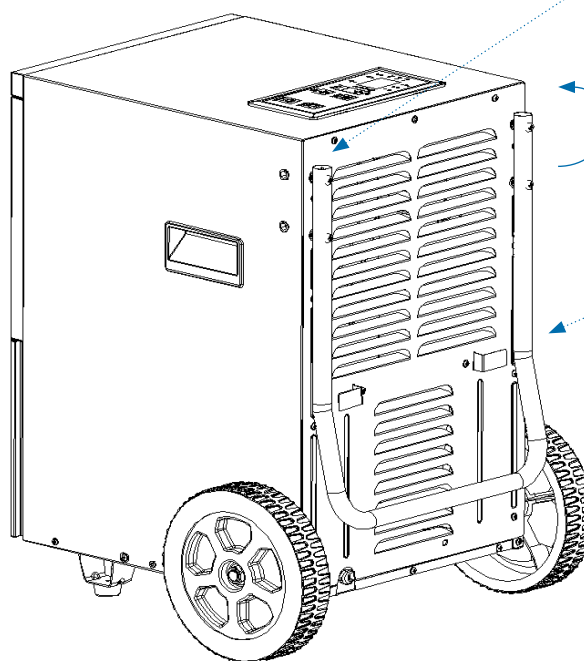

Abbildung 2
1. Montage des oberen Griffrohrs: Wie in Abbildung 2 gezeigt, entfernen Sie die vier Schrauben am oberen Teil des Luftentfeuchtergehäuses und drehen Sie anschließend das obere Griffrohr um 180° nach oben. Befestigen Sie das obere Griffrohr mit den zuvor entfernten Schrauben.